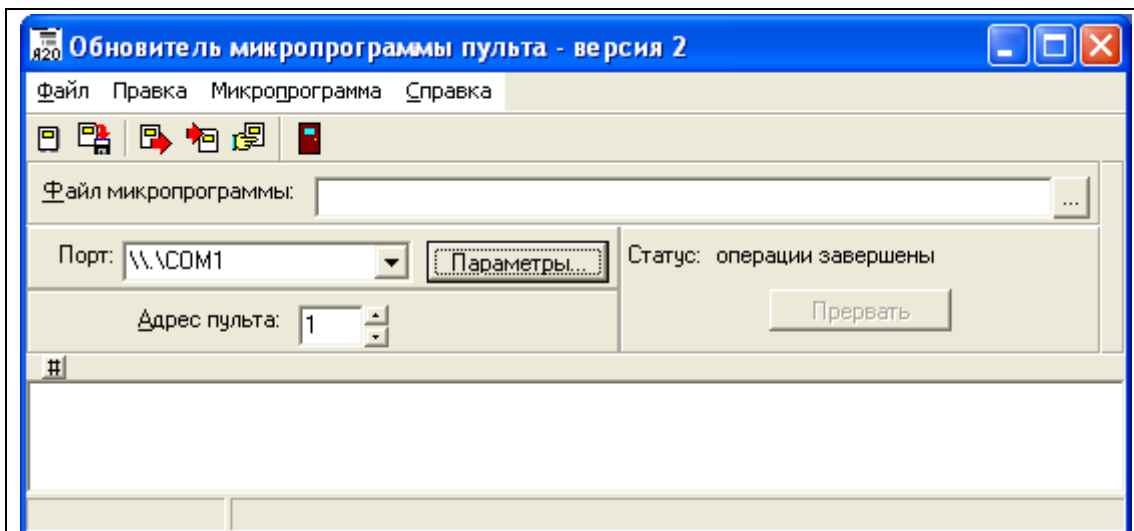

Рисунок 1.2 – Окно программы «Обновитель микропрограммы пульта – версия 2»
- 1.6 Запустите с компьютера файл **pult\_upd2.exe** с программой обновления микропрограммы прибора «А-20» – откроется диалоговое окно «Обновитель программы пульта – версия 2» (см. рисунок 1.2).